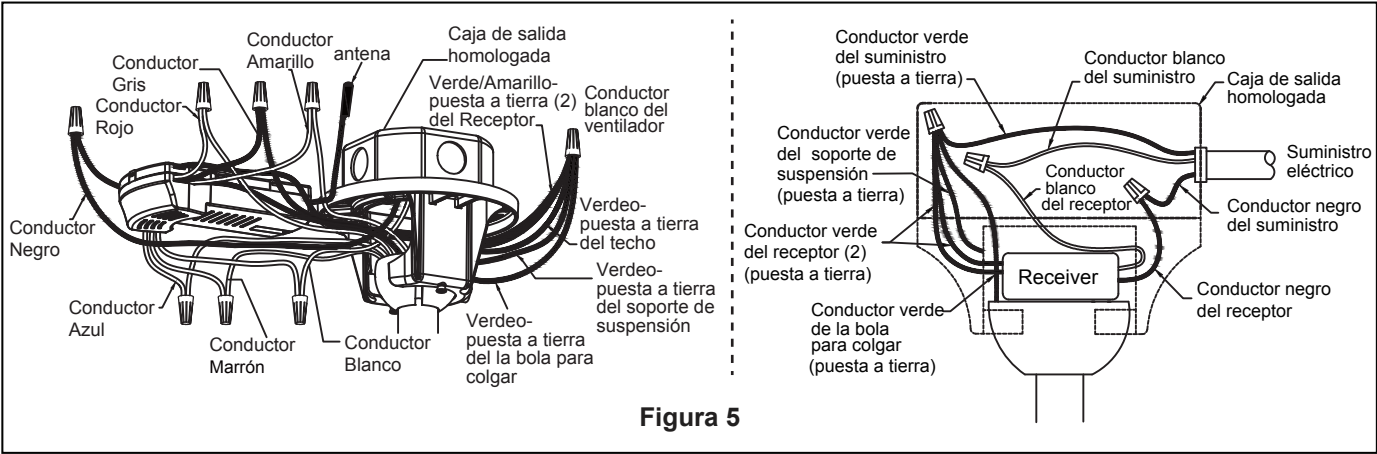

Figura 5
- ☐ 5. Pase los cables y cable de seguridad a través de la cubierta de unión del motor, la cubierta para el tornillo del capuchón y el capuchón con el lado abierto apuntando hacia arriba. (Figura 5)
4. Una vez haya hecho las conexiones, coloque los cables hacia arriba y empújelos cuidadosamente hacia dentro de la caja de la toma de corriente, poniendo los cables blancos y verdes a un lado de la caja y los negros hacia el otro lado. Los cables deben ser colocados de forma extendida poniendo el conductor de la toma de tierra y el conductor de toma de tierra del equipo a un lado de la caja, colocando el conductor sin toma de tierra en el otro lado de la caja. (Figura 5)
☐ **7.** Para configurar el código del mando a distancia a las mismas posiciones que en el receptor. Mueva los interruptores de código hasta colocar el código de selección en la posición arriba o abajo. Con un destornillador pequeño o con una lapicera (no se incluye) deslice firmemente hacia arriba o hacia abajo. (Figura 5)